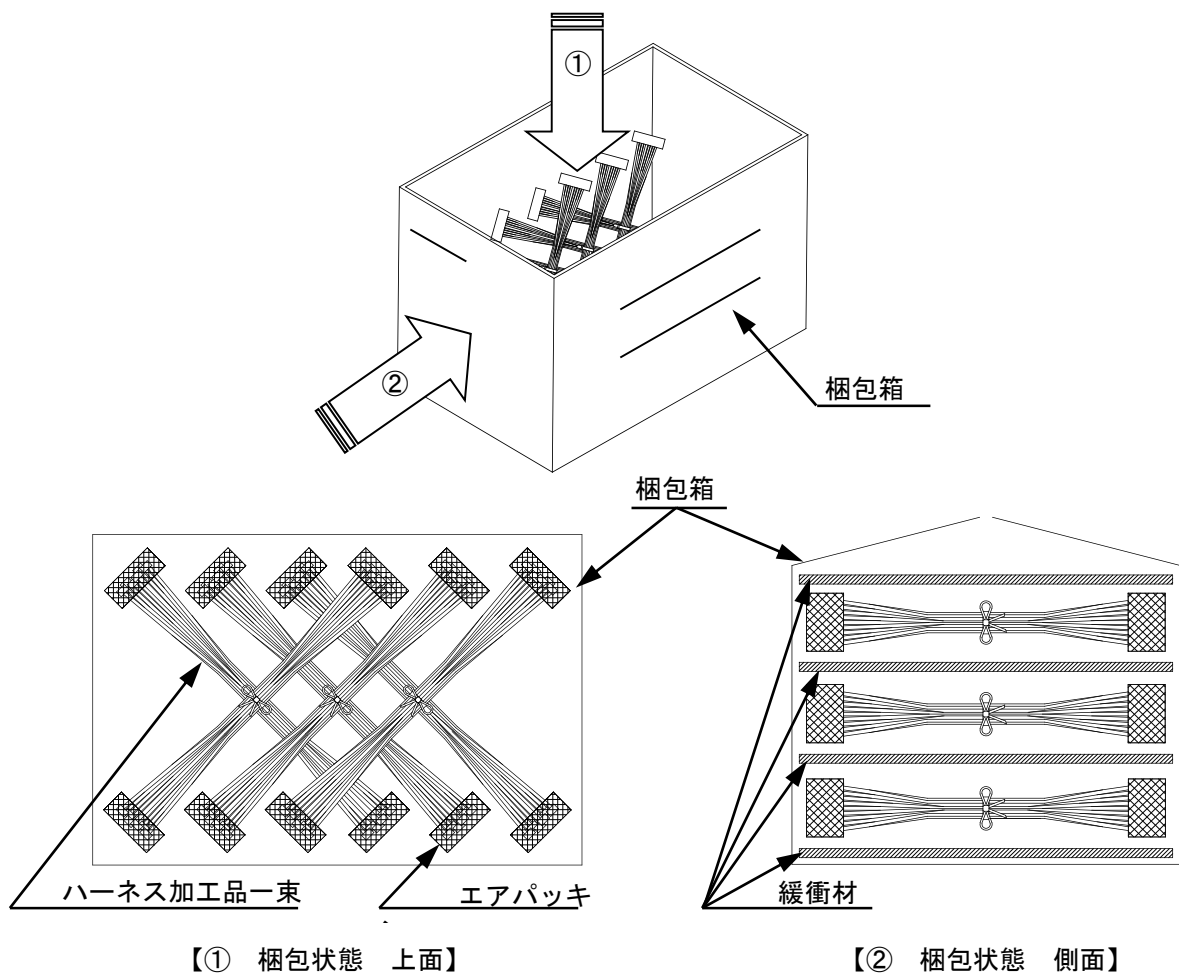

Fig.8-2 梱包状態図
尚、下図(Fig 8-2)は推奨参考例ですが、ハーネス長が長いなどの理由で他の梱包方式で御使用される場合にも段積みによる加重等の負荷がコネクタに長時間加わらない様御配慮をお願い致します。
※ハーネス加工品の束を梱包箱に入れる際、積み重ねによる荷重等の負荷がコネクタに長時間加わらない様に、箱に合わせた形で製品を交互(十字型)に重ね合わせて下さい。(Fig.8-2 ①)
※梱包箱底面には、緩衝材等を敷いて下さい。また、段積みによる荷重等の負荷がコネクタに長時間加わらない様に、緩衝材を敷く等の御配慮をお願い致します。(Fig.8-2 ②)